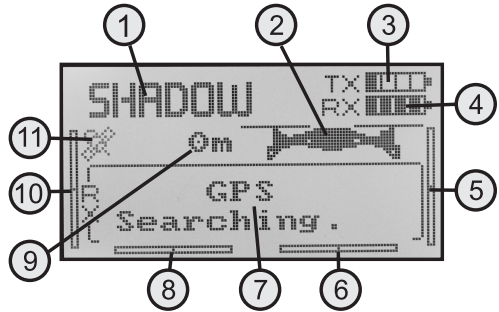

Figure 10
L'écran de service représenté sur la figure 10 ne s'affiche complètement qu'à condition que le système de réception ou le quadricoptère soient en service.
Allumez l'émetteur de la télécommande puis contrôlez le fonctionnement correct de l'émetteur sur la base des informations affichées sur l'écran. Les indicateurs de compensation (voir fig. 10, pos. 5, 6, 8 et 10) doivent se trouver en position médiane. Le cas contraire, le compensateur doit être réglé (voir chapitre suivant 11. g).
Si l'émetteur et le récepteur sont correctement appariés, l'alimentation en tension du récepteur s'affiche sur l'écran de la télécommande (voir fig. 10, n° 4). Appuyez sur les touches « UP » ou « DOWN » de l'émetteur pour afficher des informations complémentaires à propos de la réception actuelle des satellites GPS.